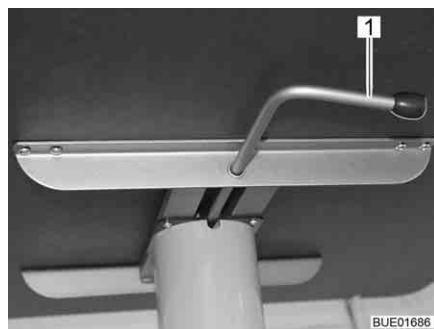

Bild 81 Hubtisch
- Den Verriegelungshebel (Bild 81,1) nach links schwenken. Die Verriegelung des Hubmechanismus ist offen.
- Den Verriegelungshebel (Bild 81,1) nach rechts schwenken (Bild 81). Der Hubmechanismus ist verriegelt.
- Den Verriegelungshebel (Bild 81,1) nach links schwenken. Die Verriegelung des Hubmechanismus ist offen. Die Tischplatte fährt bis zum Anschlag nach oben.
- Den Verriegelungshebel nach rechts schwenken (Bild 81). Der Hubmechanismus ist verriegelt.